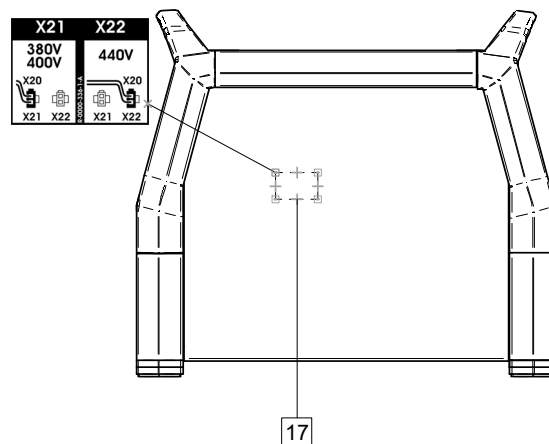

Figura 3
- Puneți fișa X20 în poziția corectă (vezi figura 3):